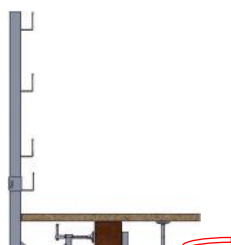

fig. 8
- Le tavole (fig. 8) o i profili utilizzati devono essere integri sotto l'aspetto della resistenza e la loro lunghezza minima deve essere superiore di almeno 400 mm a due campate. (esempio: 1600 mm + 1600 mm + 200 mm + 200 mm = 3600 mm)